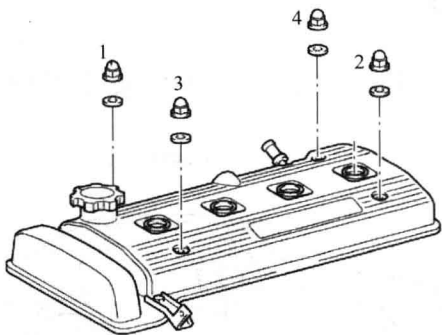

图 1-10 拆卸气门盖
2) 用长套筒、长接杆、棘轮扳手按顺序拆卸气门盖紧固螺母。严格按照图 1-10 所示的拆卸顺序进行操作。